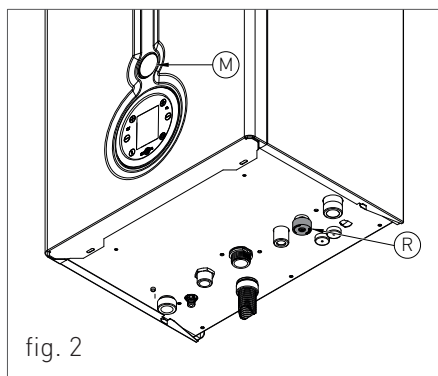

fig. 2
3. abrir el grifo de carga "R" (fig. 2);
5. controlar por medio del manómetro "M" (fig. 2) que la presión del equipo alcance 1.2 bar (fig. 4);
6. Finalizada la operación, asegurarse que el grifo de carga "R" (fig. 2) esté bien cerrado.